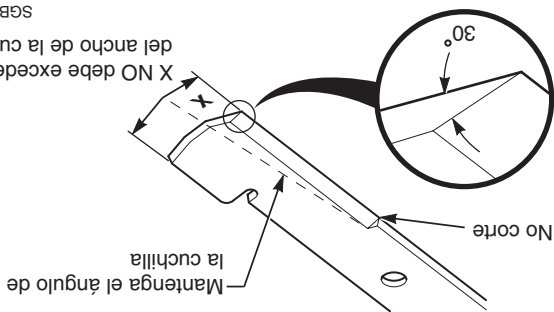

Figura 7-9 Afilado de la cuchilla
1. Afile el borde de corte en el mismo bisel que el original (Vea la Figura 7-9). Sólo afile la parte superior del borde de corte para mantener el filo.